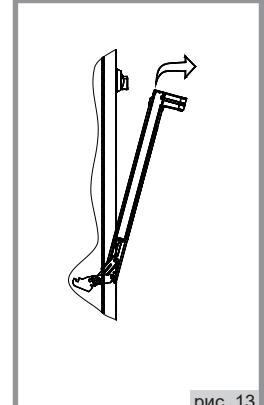

рис. 13
3. Взять дверцу за боковые стороны и потянуть на себя и вверх, чтобы освободить нижние оси шарниров (рис. 13);